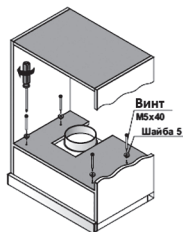

Рис. 3
3. При помощи винтов из монтажного комплекта и отвертки прикрепите вытяжку к шкафу. (Рис. 3)